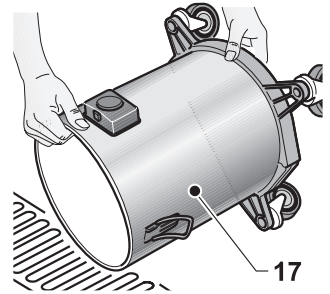

Fig. 11
- Posizionarsi su una piletta di scarico e svuotare il liquido contenuto nel serbatoio di recupero (17 Fig. 11).